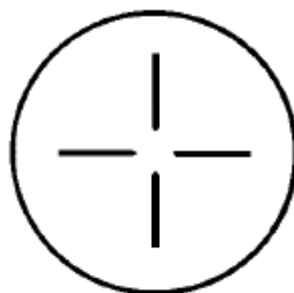
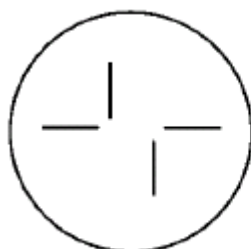
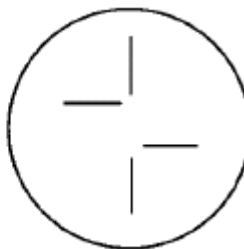
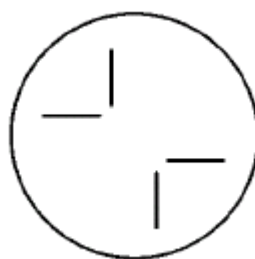

Рис. 47
Рис.48
Рис.49
Рис.50
а) Поверните дисковую шкалу (10) и установите  $\infty$  для правого глаза и  $\infty$  для левого. Спроецируйте проектором TOPCON таблицу для фории (рис.47).
б) Если у пациента нет фории, появятся 4 линии см. рис. 47. Линии будут не на одном уровне, если у пациента фория.
с) Когда видно только вертикальные линии см. рис. 48, установите для левого глаза вращающуюся призму (8) в 0 сверху шкалы. Поверните медленно ручку вращающейся призмы (9). Пока появится изображение (рис.47). Запишите значение для призмы. (Эзофория и экзофория).
д) Если видно только горизонтальные линии (рис.49), настройте шкалу 0 на горизонталь и поверните (9), чтобы получить изображение (рис.47). (Правая и левая гиперметропия).
е) Если распозиционированны вертикальные и горизонтальные линии (рис.50), настройте шкалу 0, чтобы вертикальные линии были видны как на рис. 49 (внутренняя и внешняя фории). Потом, настройте шкалу 0 горизонтально. Поверните (9) так, чтобы горизонтальные линии были выровнены (рис.48). (Правая и левая гиперметропия).